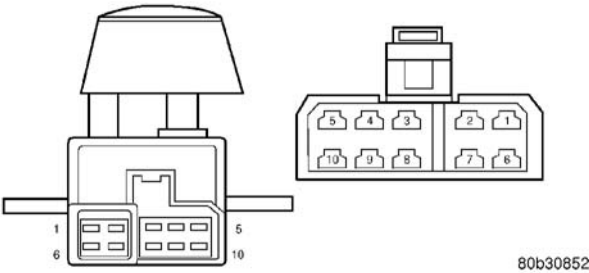

图 6 座椅开关管脚引出
- （4）使用欧姆表，使用座椅开关接头，验证座椅开关连通性测试表（图6）。如果在开关的任何位置，都不导通，更换电动座椅开关。